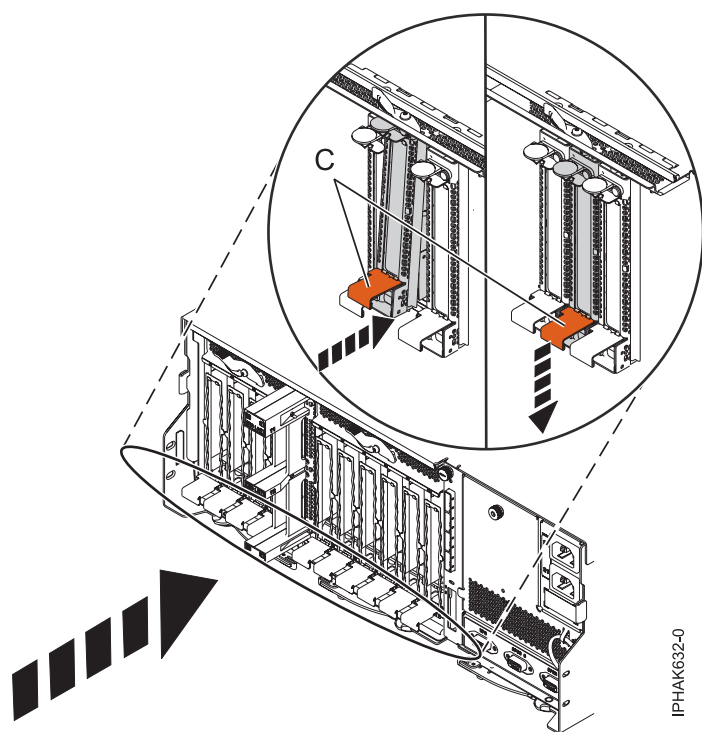

Figura 30. Instalación de la casete de adaptador PCI
1. Asegúrese de que el asa de la casete inferior (C) esté subida hacia el clip de retención, tal como se muestra en la Figura 30 en la página 44. Así, el adaptador está en la posición correcta para acoplarse en el sistema.
3. Cuando la casete esté totalmente insertada en el sistema, presione hacia abajo con firmeza en el asa inferior de la casete (C) para bloquear el adaptador en su conector.